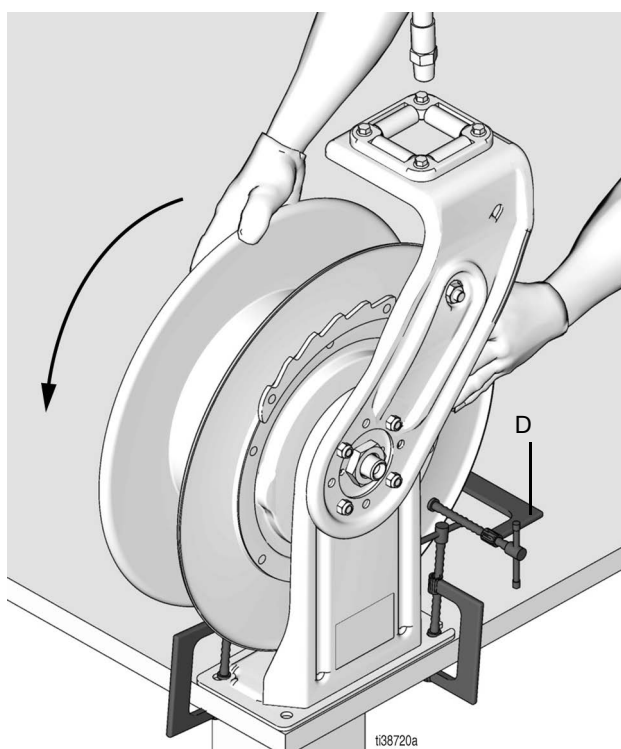

Рис. 15
4. Надев плотные перчатки, крепко возьмитесь за наружный край фланца катушки обеими руками. Прокрутите шпулю, сделав требуемое количество оборотов (см. справочную таблицу с шага 1), поворачивая его в направлении, указанном на Рис. 15.
5. Перед установкой шланга прикрепите к фланцу катушки зажимную скобу (D, Рис. 15) для предотвращения непроизвольного расцепления катушки и ее свободного вращения.
10. Затем осторожно снимите зажимную скобу (D) (Рис. 15).